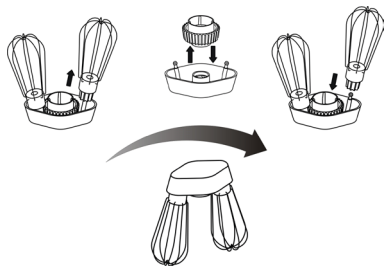

Рисунок 3
- Насадку «двойной венчик» рекомендуется разобрать для удобства промывки. Снимите венчики по направлению вверх, снимите шестерёнку привода, промойте детали тёплой водой с нейтральным моющим средством, затем просушите их. Соберите венчик в обратной последовательности: установите шестерёнку привода, установите венчики (рис. 3).
- Протрите моторный блок (6) мягкой, слегка влажной тканью, после чего вытрите насухо.
- Не допускайте попадания воды и чистящих веществ внутрь моторного блока (6).